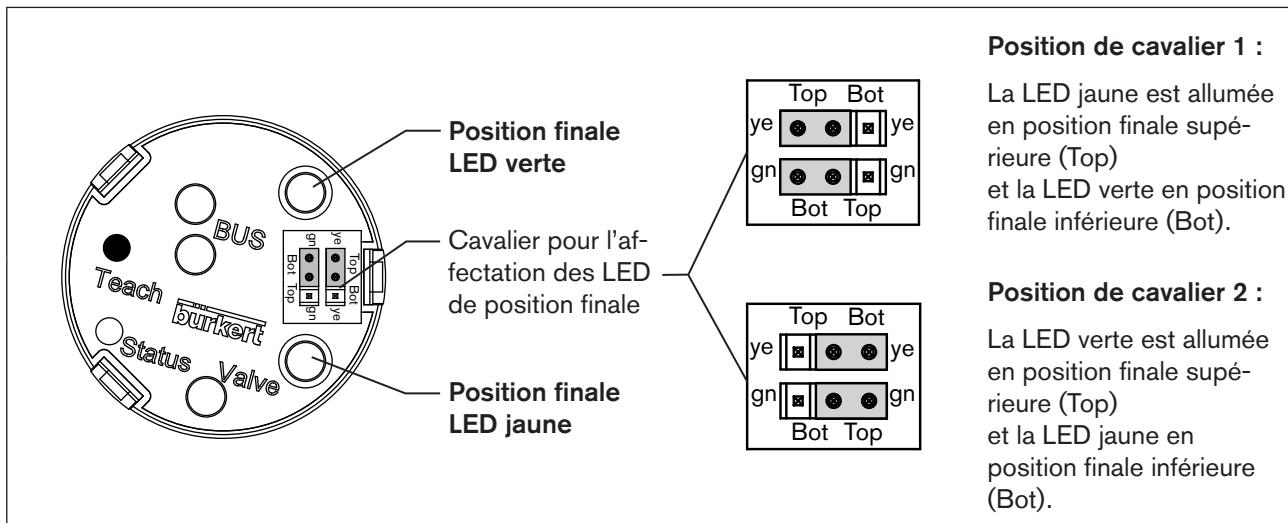

Figure 25 : Description des LED et des cavaliers - Interface AS
- Affecter la couleur souhaitée aux LED à l'aide des cavaliers. (voir „Figure 25 : Description des LED et des cavaliers - Interface AS“).